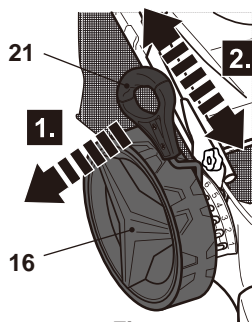

Fig. 22
1. Régler ou maintenir le levier de réglage de la hauteur de coupe (21) à une position supérieure à la 2e position (Fig. 22).
3. Ouvrir le déflecteur latéral (18) et le maintenir en position ouverte. Accrocher le dispositif d'évacuation latéral (33) sur les axes.
1. Tirer le levier (21) vers la roue (16), puis le déplacer vers l'avant ou l'arrière pour régler la hauteur de coupe (Fig. 22).